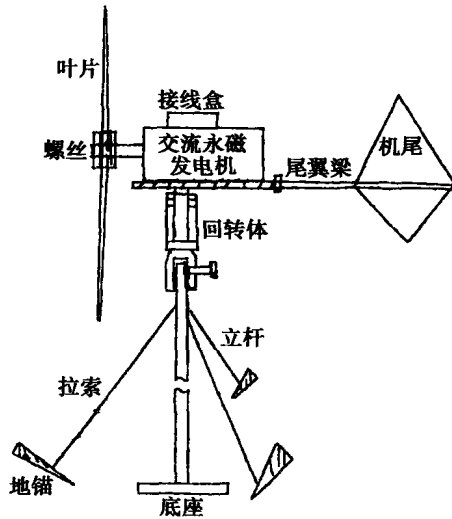

图1-3 风力发电机装配
(4)支架:支架包括永磁发电机固定架和回转体,两者组合成一个整体,使发电机在机尾的作用下,可以360°转动。回转体可用自行车轮毂和轴组成。风力发电机整体装配见图1-3: